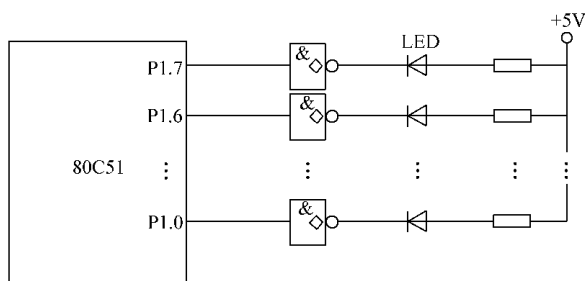

图 3-2 P1 驱动发光二极管电路
6. 用 80C51 单片机的 P1 端口作为输出，经驱动电路接 8 只发光二极管，如图 3-2 所示。当输出位是“1”时，发光二极管点亮；输出位是“0”时，发光二极管为暗。试分析下述程序执行过程及发光二极管点亮的工作规律。